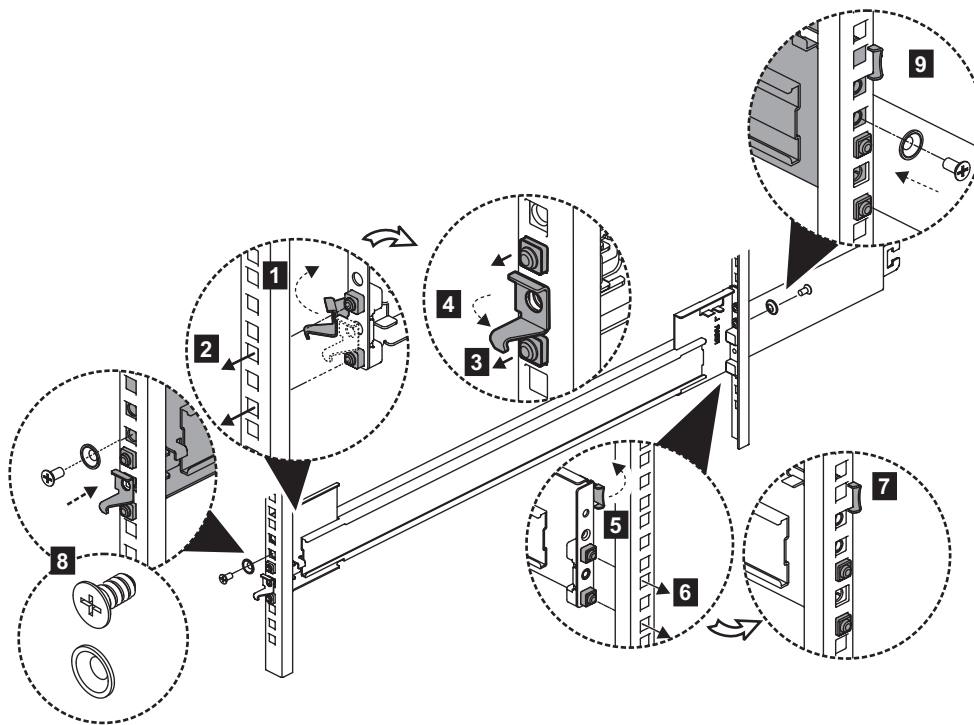

図 61. フレームへのブラケット・アセンブリーの取り付け
- a. 前面のラッチ・フックを開きます (1)。
- b. 工具を使用しないレール・マウント・ピンを前面のラック・ポストに合わせます (2)。
7. 93 ページの図 61 に示すように、レールの外部セクションを背面フレームに取り付けます。